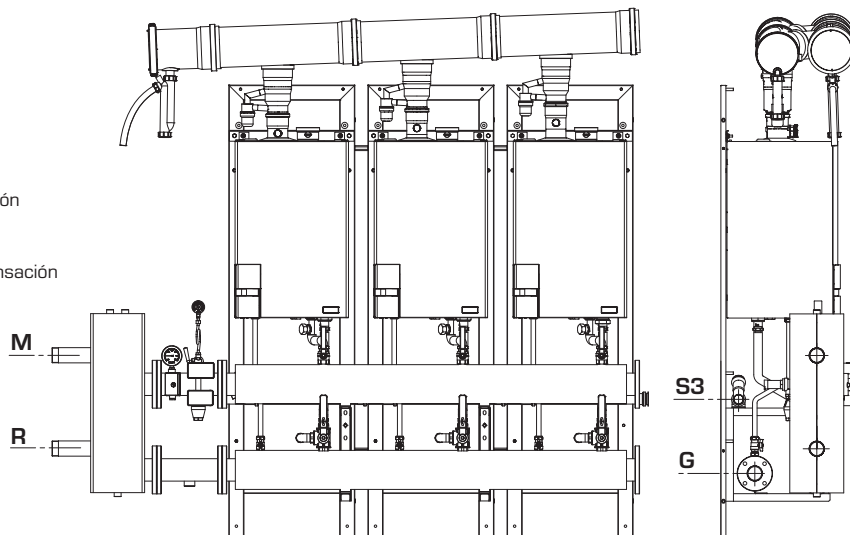

Fig. 4
**2.2.2 Calderas en secuencia/cascada (fig. 4 - fig. 4/a)**